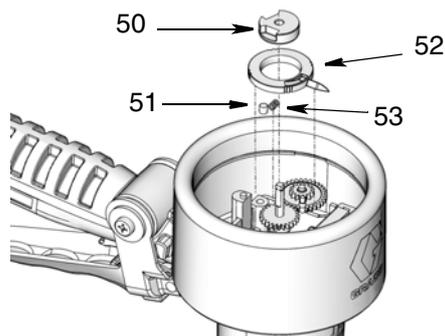

FIG. 23
4. Instale el puntero más bajo (52), el resorte (53), la clavija (51) y el tapón (50), tal como se muestra en la FIG. 23. Utilice una llave hexagonal para apretar el tapón del tornillo de fijación